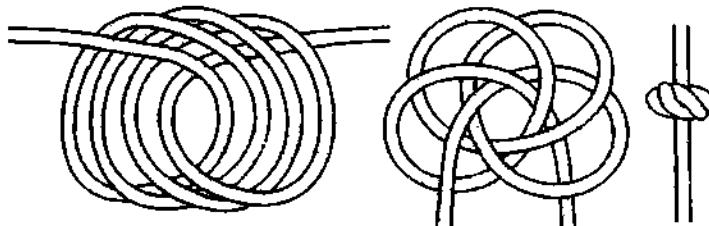

Рис. 109. Четырёхпетельный узел.
**Четырёхпетельный узел** – это надёжный стопор, который очень быстро вяжется, и имеет большой размер (рис. 109). После того как узел затягивается, его очень тяжело развязать. **Четырёхпетельный узел** выглядит очень красиво и поэтому часто используется в декоративных целях.